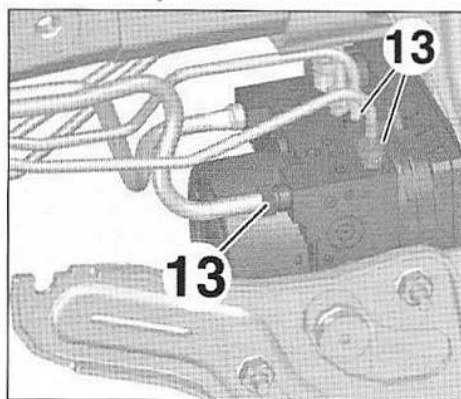

FIG.60
- Desserrer les raccords des canalisations (13) sur le groupe électrohydraulique (Fig.60).